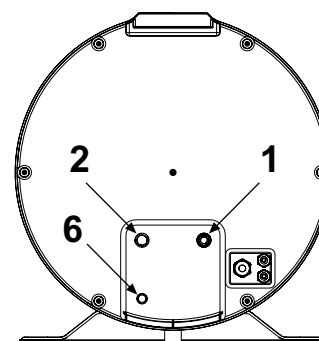

fig. 48
- Raccorder la canalisation d'alimentation en eau froide et la canalisation de sortie aux points de raccordement appropriés (fig. 48).